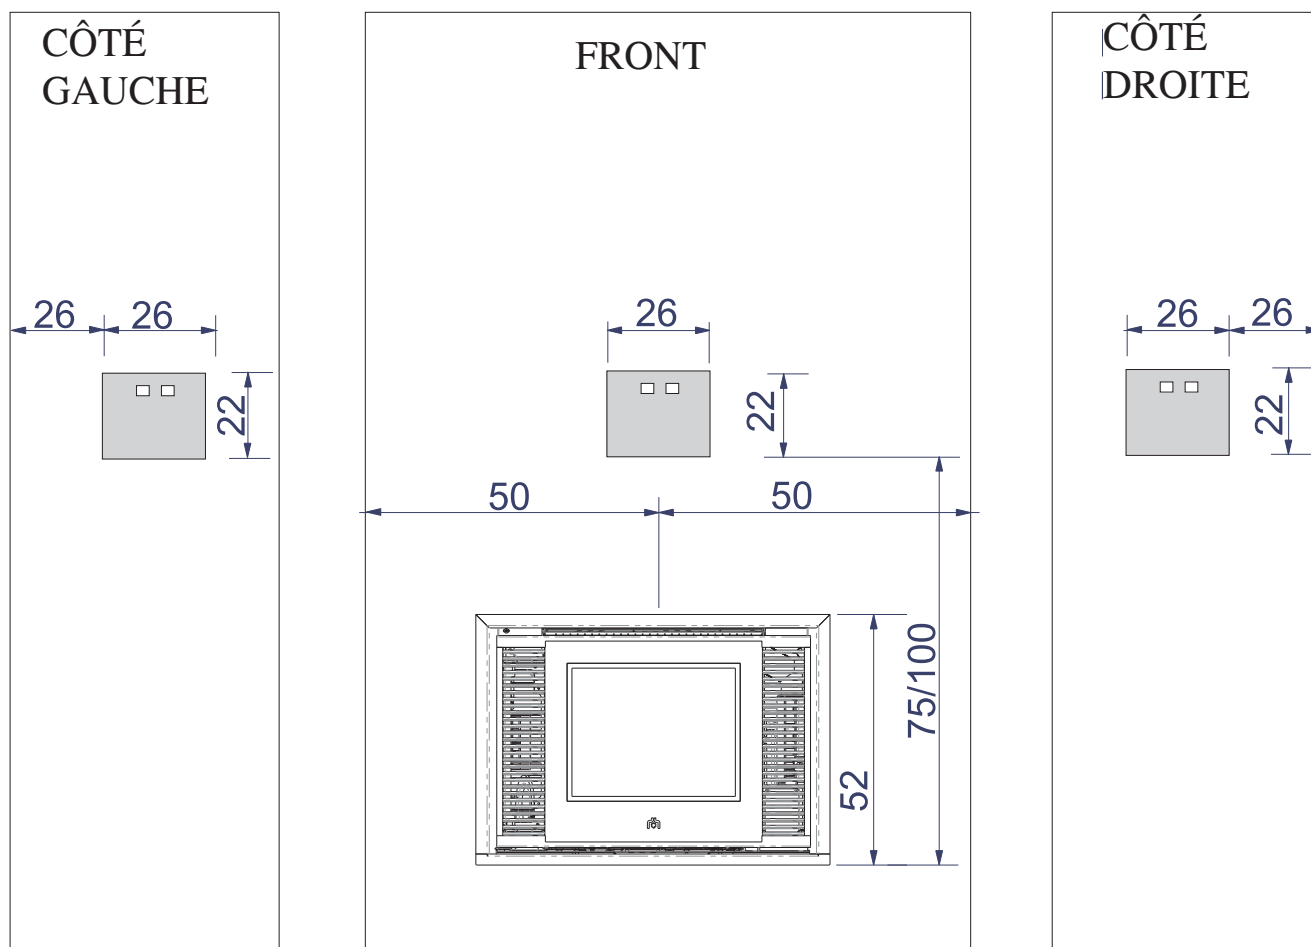
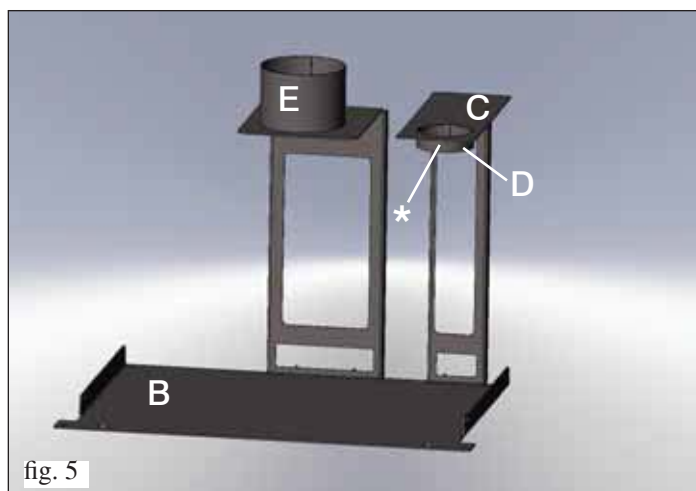

fig. 3
fig. 5
De plus, les plis des parois devront être tournés vers la face avant du support (fig. 3).
• Couper le tuyau à la bonne mesure et enfiler l'embout de ce tuyau au collier de l'étrier de centrage (E fig. 3 ci-contre et fig. 5 à la page 49) et le fixer au moyen des colliers fournis.
Assembler le kit de facilitation comme sur la figure 5.
• Enfiler le conduit de cheminée sur le collier de l'étrier (**C**) en l'appuyant sur la vis appropriée (\*) (fig. 5).
• Enfiler le tuyau de chargement des pellets sur le collier de l'étrier (**E** fig. 5 ci-contre et fig. 3 à la page 47) en le fixant avec le collier fourni.